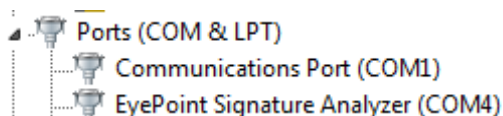

Рисунок 2. Отображение устройств после установки драйвера
7. После установки драйвера в разделе устройств «Порты (COM и LPT)» должно появиться устройство EyePoint Signature Analyzer (Рисунок 2), номер COM порта может отличаться.